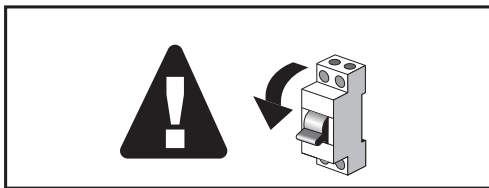

fig.1 Interruptor de red
1. Desconecte la alimentación de red (fig. 1).